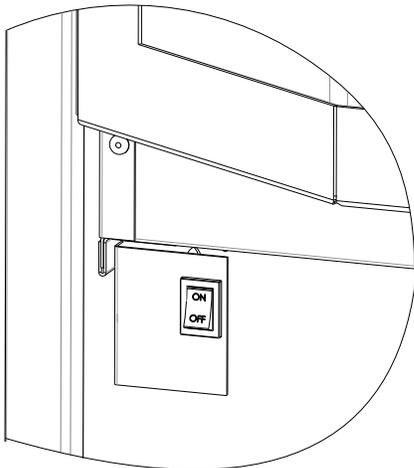

Figure 61
- B. Mettre l'interrupteur principal du foyer en marche et l'interrupteur du brûleur principal en position de marche. Voir Figure 61. Pour vérifier que l'appareil est en marche, s'assurer que le circuit de commande est sous tension. Si l'appareil est sous tension, le témoin d'alimentation est allumé.